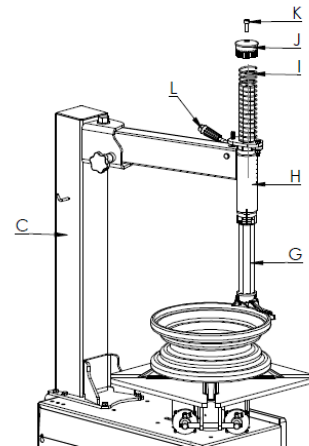

Abb. 6
- Führen Sie den (De)Montagearm (G, Abb.6) von unten durch den Schwenkarm. (H, Abb.6) Sichern Sie die Teile mit Hilfe des Arretier Hebels(L, Abb.6).
- **Beachten Sie jederzeit** dass der (De)Montagearm (G, fig.6) an der korrekten Seite montiert wird. Als Referenz raten wir Ihnen eine Felge zu klemmen damit Sie feststellen können wie der Arm korrekt montiert wird.
- Befestigen Sie den (De)Montagearm (G, Abb.6) in der oberen Position mit Hilfe des Arretier Hebels. (L, Abb.6) Folgend platzieren Sie die Feder (I, Abb.6) und sichern Sie diese mit Hilfe des Deckels (J, Abb.6) und den M10x30mm Inbusschrauben (K, Abb.6).
BITTE BEACHTEN! Nicht sichern von dem (De)Montagearm (G, abb.6) mit dem Arretier Hebel (L, Abb.6), kann, durch entstehende Sturz Gefahr, zu schweren Unfällen führen!